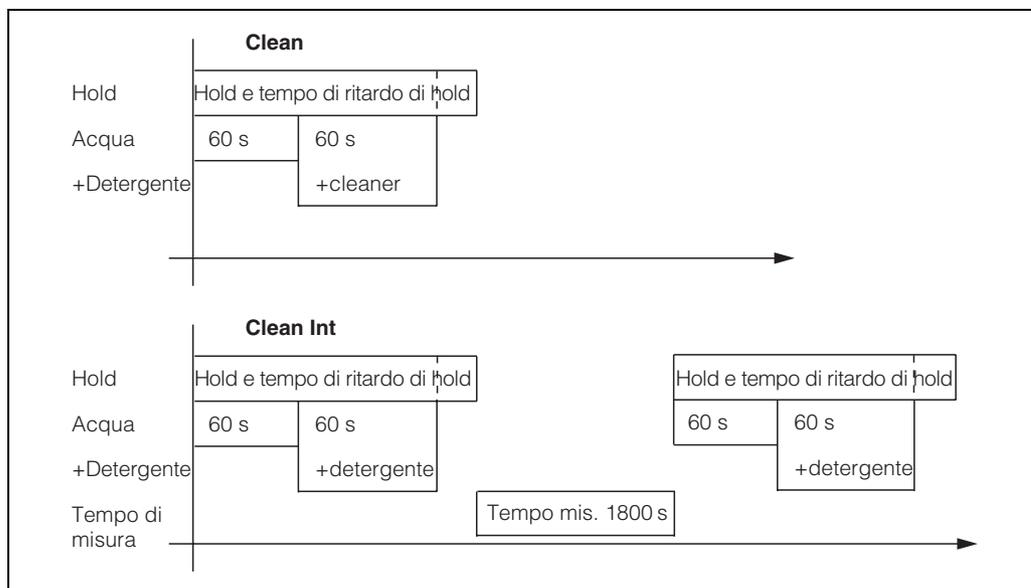

fig. 33: Rappresentazione grafica dell'esempio precedente
- "Clean": La pulizia si avvia se si imposta l'ora di inizio (v. fig. 33).
- "Clean Int": La pulizia viene eseguita a intervalli con periodi definiti (v. fig. 33). Questo programma non può essere avviato direttamente tramite l'ingresso binario.